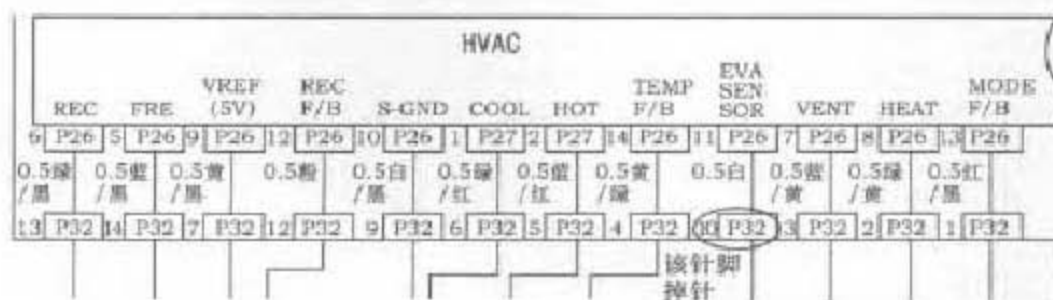

图2 CX20空调系统电路图
- 4). 由于开空调时控制面板显示正常, 说明 A/C 信号已经给空调控制单元, 空调控制单元不输出空调开信号给ECM, 是没有接收到蒸发器温度传感器的信号。用万用表测量空调控制单元的 P26 插座 (图 2) 的 11 脚是 5V, 正常情况空调工作时应该是 2.3V 左右。拨开 P26 插接器, 再测量 P26 插座的 10、11 脚之间的电阻值, 为无穷大, 说明 P26 的 10 脚经蒸发器温度传感器到 11 脚之间有断路的地方。有了这个思路, 顺着线束查找, 在通往鼓风机总成的线束中有一个 14 路的 P32 插接器, 其第 10 脚白色线掉针。修理好后, 故障排除。